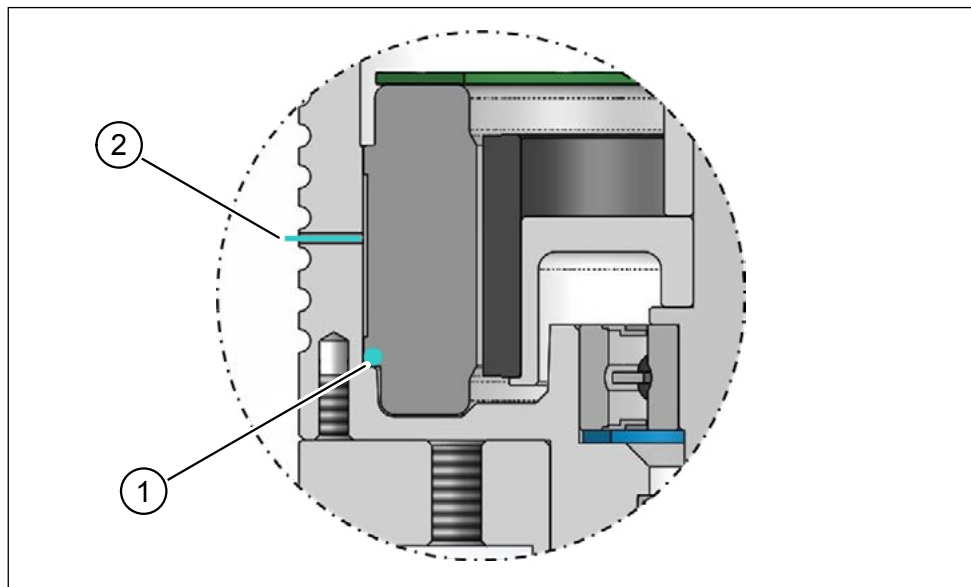

Abb. 12: Stator einkleben
- ▶ Tragen Sie auf die Kante (Pos. 1 in Abb. 12) im Gehäuse umlaufend eine Kleberaupe auf (z. B. LOCTITE 9497).
- ▶ Injizieren Sie Klebstoff in die Einspritzbohrung (Pos. 2 in Abb. 12) am Gehäuse, bis der Klebstoff an der Einspritzbohrung auf der gegenüberliegenden Seite austritt. Schwenken Sie dabei die Spritze etwas seitlich, damit sich der Klebstoff gleichmäßig verteilt.